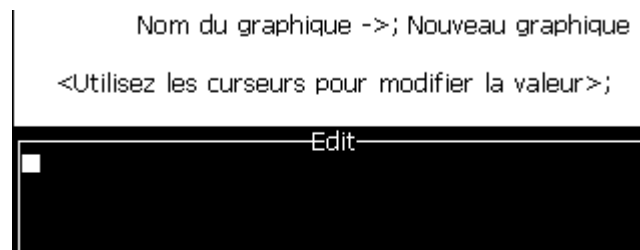

Figure 5-73: 02 Système
- 9** Dans cadre (01 Editer > 02 Editer > 03 Editer > 04 Editer - Config. Système > 01 Système > 02 Système > 03 Système > 04 Système-Info Système > 01 Info > 02 Info), appuyez sur F4 pour sélectionner mise à jour depuis USB. (Voir Figure 5-73)